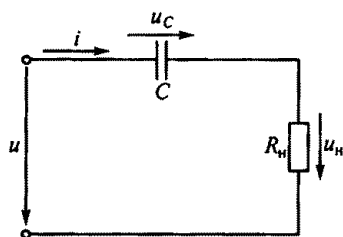

Рис. 116
3.81. В разделительной цепочке на рис. 116 напряжение $u = 100 + 50 \sin \omega t$, $f = 50 \text{ Гц}$. Каковы напряжения на конденсаторе и нагрузке, если $C = 2,5 \text{ мкФ}$, $R_n = 100 \text{ кОм}$, а $x_C \ll R_n$? (Указать неправильный ответ.)